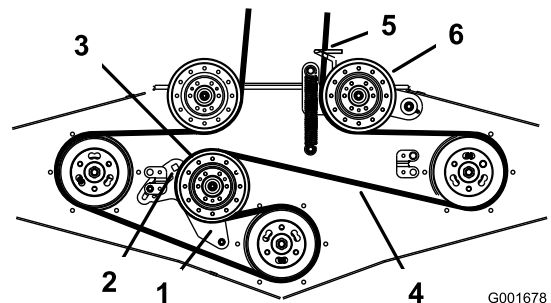

Figure 51
4. Desserrez le bras de la poulie de renvoi fixe pour détendre la courroie sur la poulie (Figure 51).
6. Passez la courroie neuve dans le guide-courroie et sur les poulies (Figure 51).